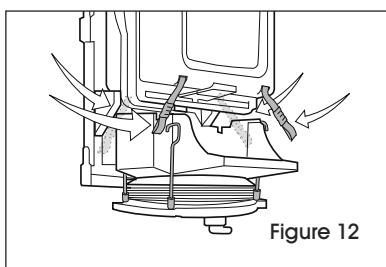

Figure 12
- Comprimez le réservoir d'eau résiduaire en le poussant vers l'avant. Faites glisser les quatre courroies (deux à l'avant et deux à l'arrière) dans les crochets, en vous assurant que les courroies ne sont pas emmêlées. Vérifiez les quatre coins de la plaque de dessous pour vous assurer qu'ils sont de même hauteur. (Voir Figure 12)